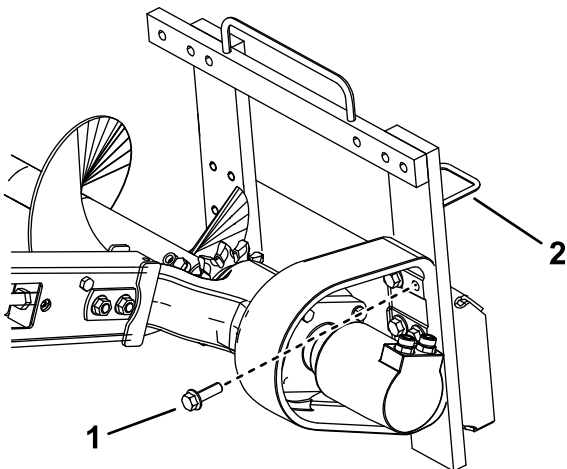

Figura 7
3. Retire los 6 pernos que fijan el cabezal de la zanjadora al bastidor (Figura 7).
11. Mueva las mangueras desde la guía que está encima de la zanjadora hasta la guía del lado izquierdo (Figura 7).